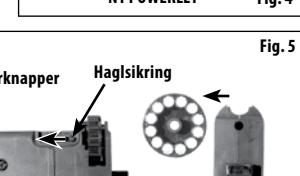

Fig. 5
- Skub trommelåsepinden fremad og fjern hagltromlen fra siden af magasinet. (Fig. 5)
- Skub trommelåsepinden fremad og fjern trommen fra siden af magasinet. (Fig. 5)